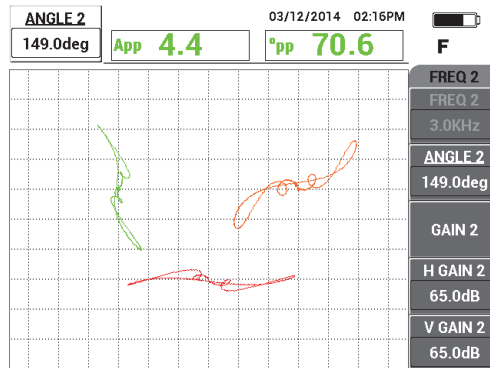

図 5-140 サポートリング上の周波数 2 信号の位相を調整する
8. 位相キー () を 2 回押し、サポートリングの周波数 2 信号の位相 (赤色) がほぼ水平になるように設定します (228 ページの図 5-140 を参照)。